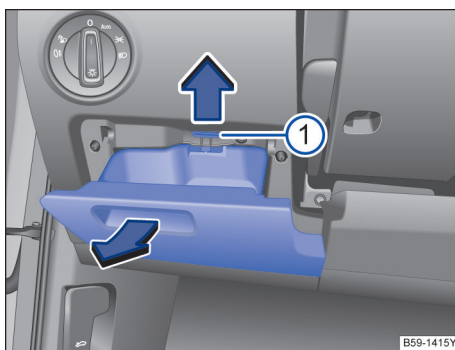

图 214 在驾驶员侧仪表板上：保险丝盒盖板
- 打开驾驶员侧储物箱 → 图 214。
- 沿箭头方向向上按压定位凸缘 ①，同时将储物箱进一步打开并取下，直至可够到保险丝座。